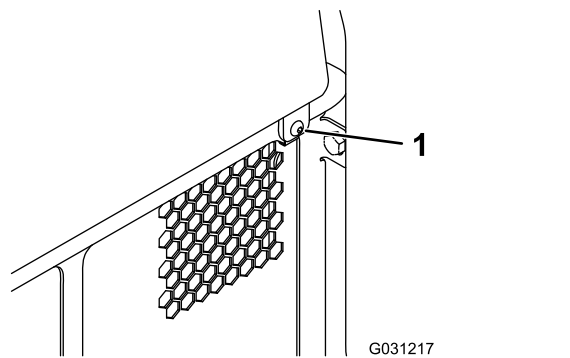

Figura 41
1. Togliete il dispositivo di fissaggio (Figura 41).
2. Sollevate il portello di accesso posteriore per accedere ai componenti interni (Figura 41).